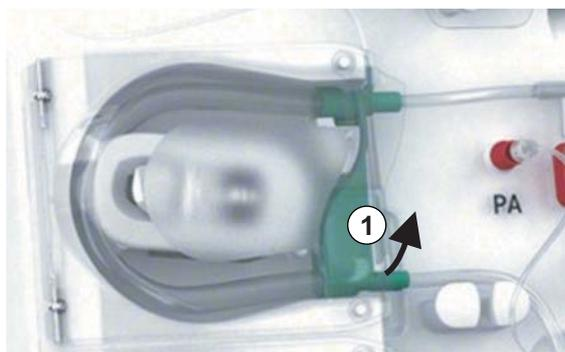

Fig. 7-1 Remoção da linha de sangue
5. Levante ligeiramente a parte inferior do multiconector (Fig. 7-1 ①) da base da bomba de sangue (direção da seta) enquanto a tampa da bomba de sangue estiver fechada.